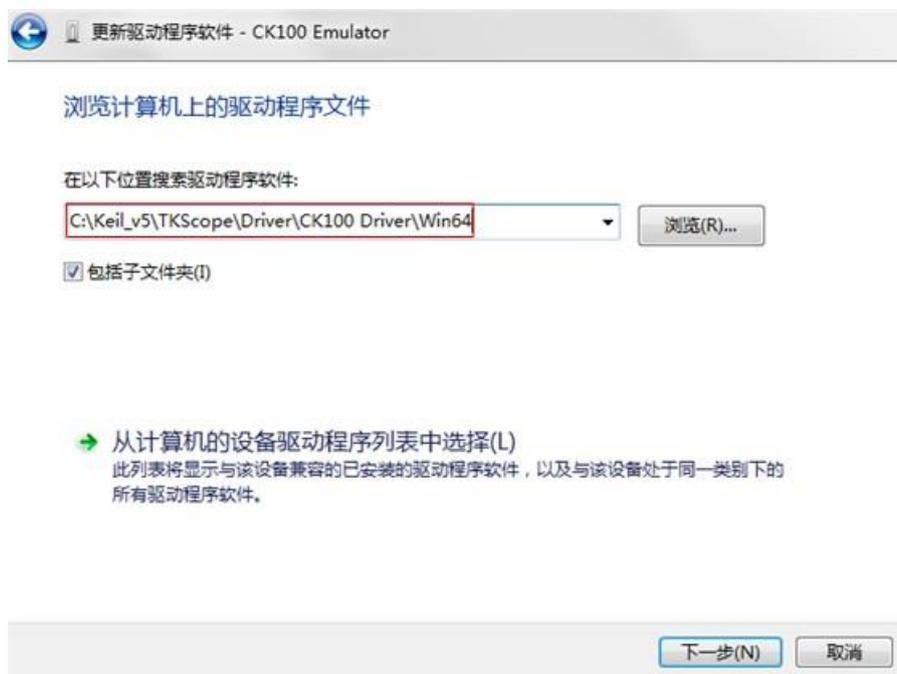

图 2.47 选择驱动程序路径
- (4) 接着设置驱动程序路径，如图 2.47 所示，填入 TKScope 安装目录下相应驱动程序